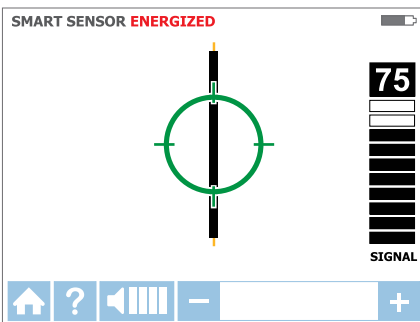

Abbildung 3.1e
5. Ein grünes Fadenkreuz zeigt an, dass sich der Empfänger direkt über dem Leiter befindet (siehe Abbildung 3.1e). Falls der Empfänger nicht auf dem Leiter „einrastet“, vermindern Sie die Empfindlichkeit mit der „-“-Taste oder stellen den Sender auf den LOW-Signalmodus ein.